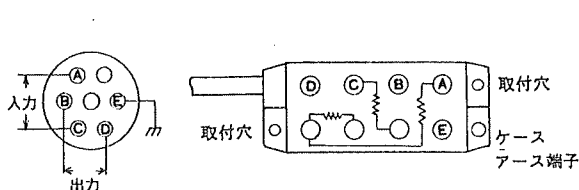

図 10
(1) 設置方法
- 固定する場合には図10に示す取付穴を利用してビス止めします。
(2) ブリッジボックスの結線(5370、5373、5379、5380)
- ブリッジボックス（5370、5373、5379、5380形）のコネクタの結線は、図10に示すようにピン番号A、Cがブリッジ電源の供給で、B、Dが動ひずみ測定器への入力となります。Eはコモン端子です。